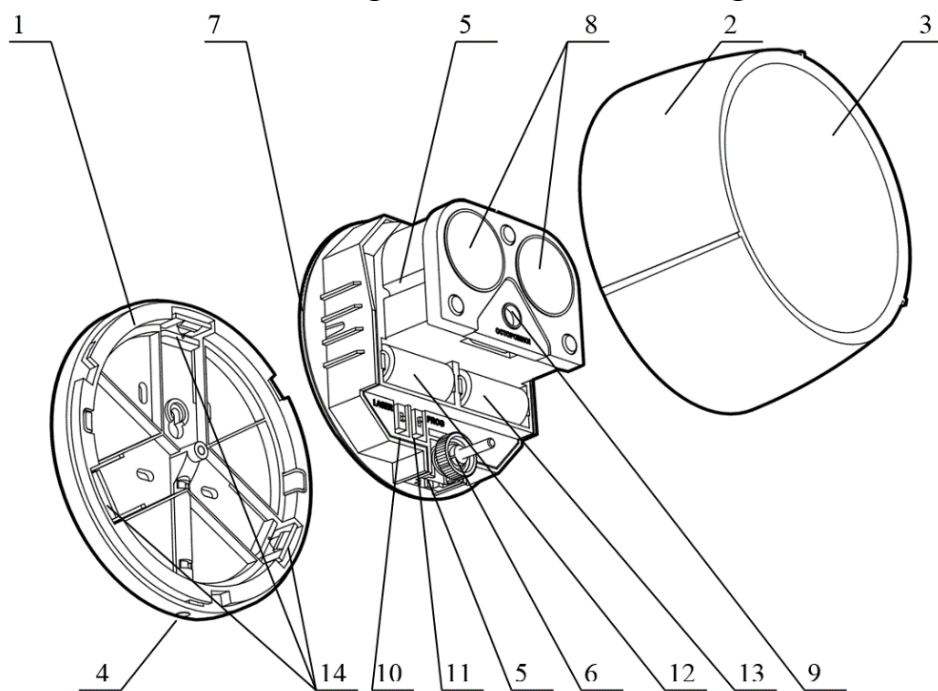
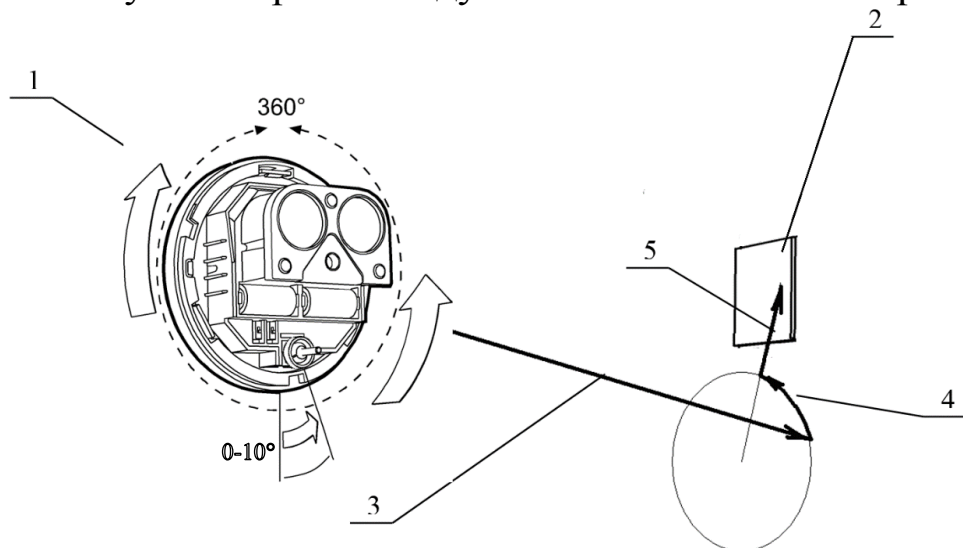

Рис.1
Рис. 3
Вид БИП со снятой крышкой показан на рис.1:
6.2. Для включения лазерного модуля необходимо перевести переключатель "LASER" (10 рис. 1) в положение ON. Процесс настройки сводится к совмещению пятна луча лазерного модуля с отражателями (см. рисунок 3). Для этого необходимо механизм юстировки оптической системы по углу поворота (7 рис. 1) максимально приблизить пятно от лазерного модуля к отражателю, затем ручкой юстировки оптической системы по углу наклона (6 рис. 1) совместить пятно с отражателем. Диаметр пятна ИК-луча извещателя на расстоянии 40 м от извещателя составляет примерно 1.2 метра, поэтому нет необходимости точно совмещать центр пятна луча
6.4. Для перехода в рабочий режим необходимо перевести переключатель "LASER" (10 рис. 1) в положение, обратное ON. Должен загореться зеленый СДИ на время 10с. Необходимо закрыть крышку БИП пока горит зелёный СДИ.